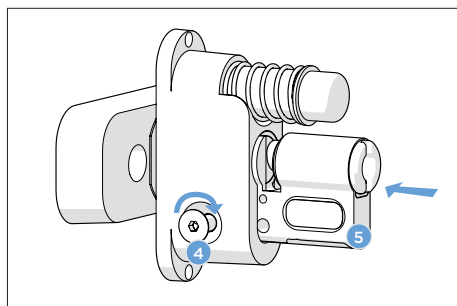

Imagen 1: insertar medio cilindro BS02/X3
- En el cilindro: Desmontaje del soporte de la leva (2) y de la leva (1) del BS02/X3 aflojando el tornillo (3)
- Insertar el cilindro BS02/X3 (5) en la parte inferior de la manilla y fijar a mano con el tornillo avellanado M5 (4) (consulte la imagen 1)